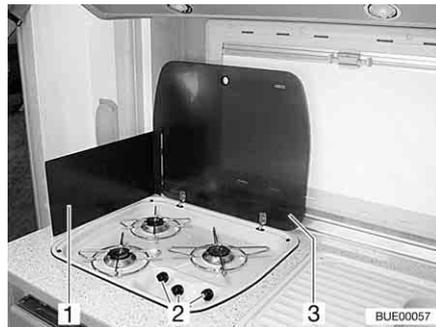

Bild 180 Gaskocher
- Gaskocher-Abdeckung (Bild 180,3) öffnen.
- Je nach Modell Flammenschutzblech (Bild 180,1) ausklappen oder aufstellen.
- Drehregler (Bild 180,2) der gewünschten Brennstelle auf Zündposition (große Flamme) drehen.